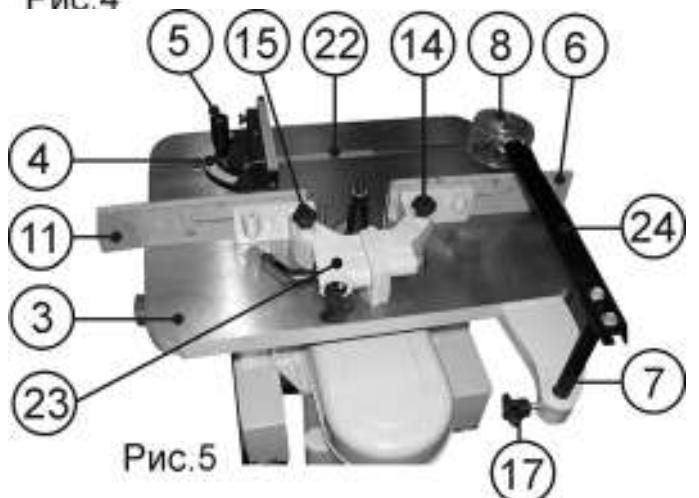

Рис.5
8.2.2. Используя шайбу (Р) Рис.1 на скользящей планке (22) установить и ручкой (5) закрепить направляющую скоса (4) Рис.5.
- 8.4.1. Используя крепёжные детали (E) Рис.1, стойку защитного колпака (7), штангу (24) и защитный колпак (8) соединить в один узел Рис. 5.
- 8.4.2. Стойку защитного колпака (7) вставить в гнездо на рабочем столе (3), зафиксировать фиксирующим винтом (17) Рис. 5.